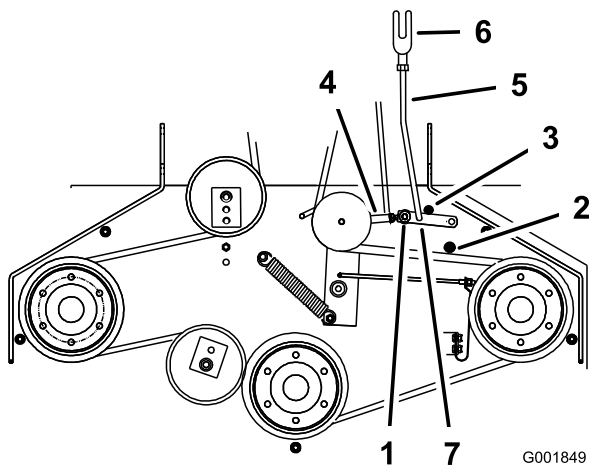

Figura 48
5. Accertatevi che il braccio di assistenza si trovi contro il relativo arresto posteriore sulla scocca (Figura 48).
7. Il braccio di assistenza dovrebbe venire a contatto con il relativo arresto anteriore sulla scocca. Se così non è, regolate la leva a squadra in modo tale che sia più vicina al raccordo (Figura 48).
11. Montate il tirante del braccio di assistenza sul braccio di assistenza e fissatelo con la coppiglia (Figura 48).